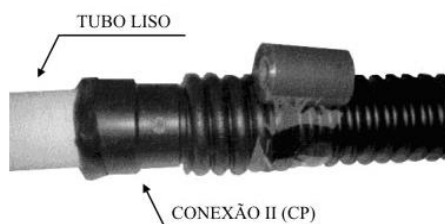

Figura 34
- c) Aplicar a fita de vedação seguido da fita de proteção (Figura 34).